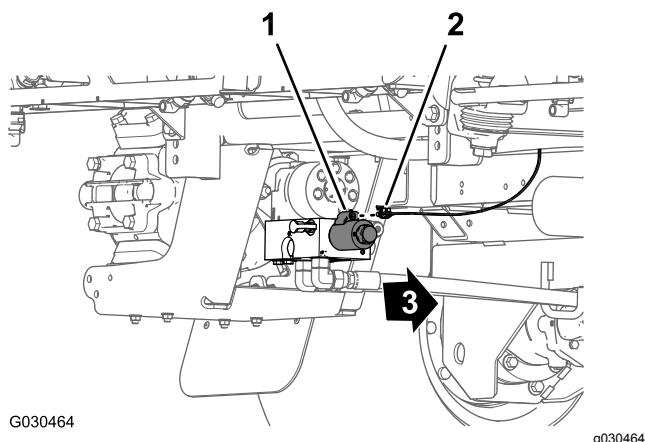

Figura 134
1. Na traseira da máquina (suporte interior da bomba de pulverização), ligue o conector de 2 tomadas identificado como **Solenoide da bomba do pulverizador** (Spray Pump Solenoid) da secção com 86 cm da cablagem ao conector de 2 pinos do relé para a bomba (Figura 134).